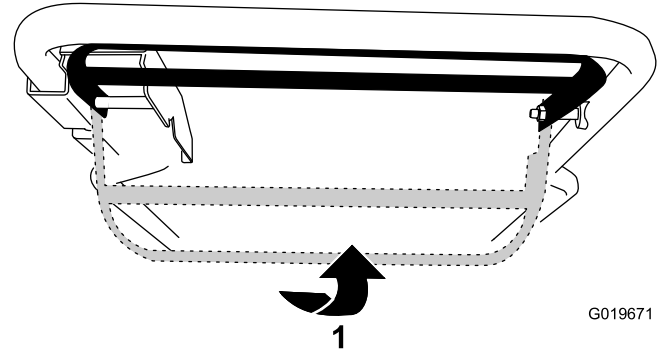

Bild 18
- Drücken Sie den Selbstantrieb zum Holm, um den Selbstantrieb ohne Einkuppeln der Messer zu verwenden (Bild 18).